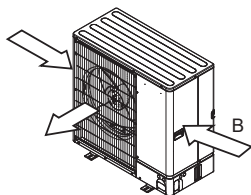

Abb. 2-5
- (3) Bringen Sie die Anlage so an, dass die Abluft aus der Luftaustrittsöffnung im rechten Winkel zur Windrichtung bläst. (Abb. 2-5)